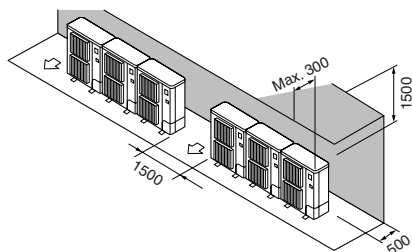

Fig. 2-9
- ② Hindernisse nur auf der Rück- und Oberseite (Fig. 2-9)